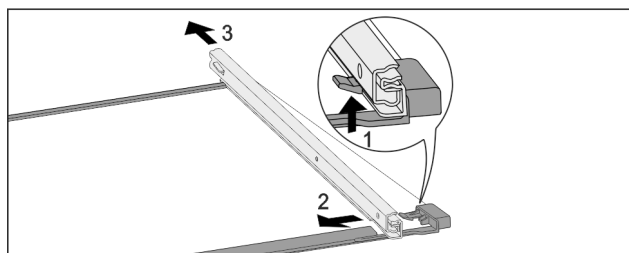

Fig. 174 Glashylla med skenor
- ▶ Tryck främre spärr uppåt. Fig. 174 (1)
- ▶ Skjut bort utdragsskena i sidled Fig. 174 (2) och bakåt Fig. 174 (3).